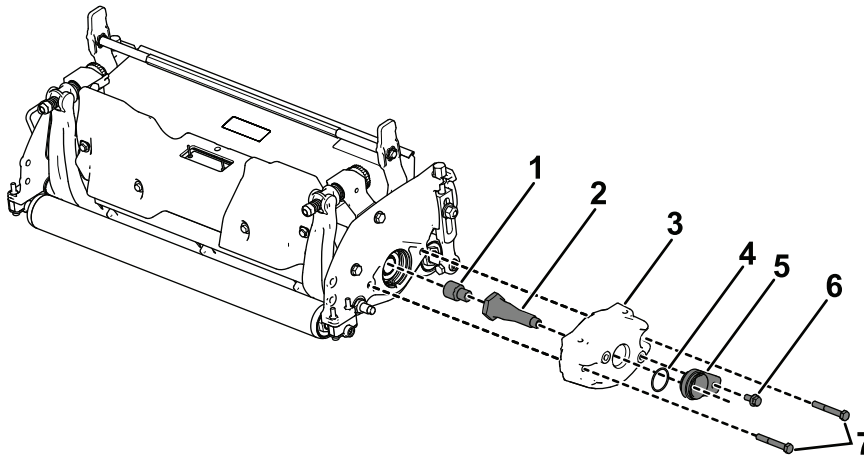

Figura 9
1. Applicate del composto sigillante per filettature sulla filettatura interna dell'albero di trasmissione. Serrate l'adattatore all'interno dell'albero di trasmissione a un valore compreso tra 129 e 142 N·m (Figura 9).
utilizzando il bullone (5/16" x 5/8"); fate riferimento alla Figura 9.
6. Montate il contrappeso rimosso in precedenza utilizzando i 2 bulloni corrispondenti (5/16" x 2¼"); fate riferimento alla Figura 9.
6. Montate il contrappeso rimosso in precedenza utilizzando i 2 bulloni corrispondenti ($\frac{5}{16}$ " x $\frac{2}{4}$ "); fate riferimento alla Figura 9.